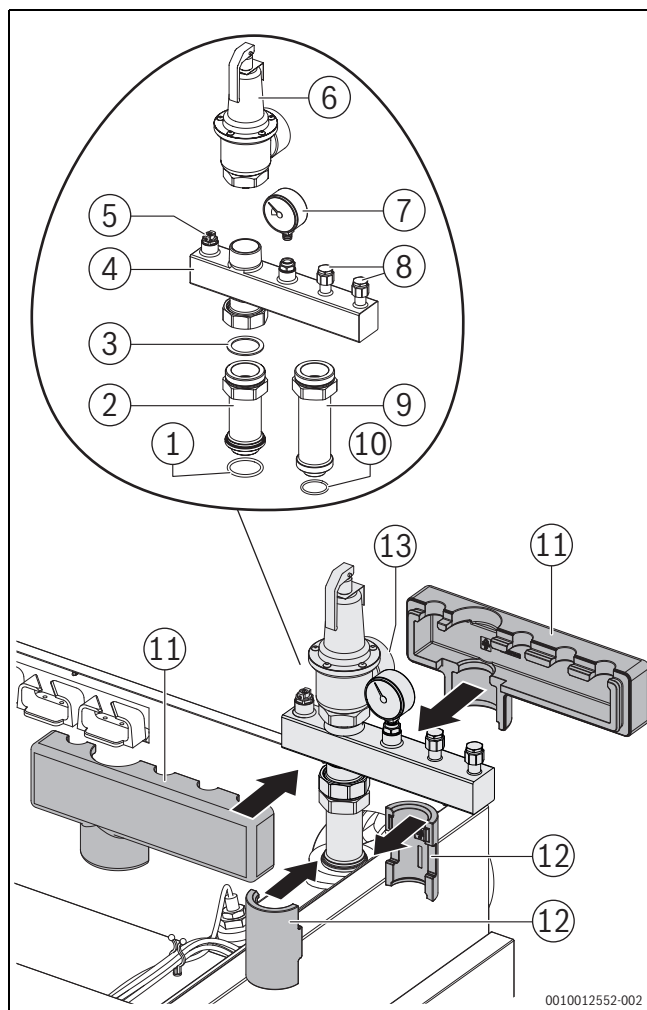

Bild 19 Sicherheits-Set 4 bis 6 bar (Dargestellt: Kesselaufbau rechts)
(→Bild 19 und 20)
- ▶ Sicherheitsventil (→Bild 19, [6]) auf den Gewindestutzen am Armaturen balken [4] mit geeignetem Dichtmittel eindichten (Ausblase- richtung [13] bezüglich späterer Montageposition beachten).
Legende zu Bild 19 und 20: